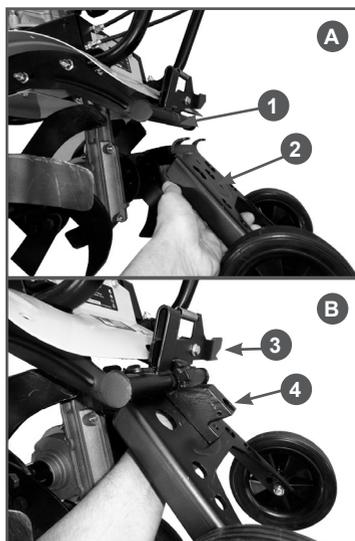

Рис. 6 Установка транспортировочной тележки
5. Установите на задний кронштейн рамы мотокультиватора транспортировочную тележку с колесами. Зацепите за кронштейн 1 рамы транспортировочную тележку 2 (Рис. 6А). Приложите к тележке кронштейн 4 сошника (Рис. 6В), совместите отверстия в тележке и кронштейне, вставьте в отверстия два болта крепления и закрутите их до упора.
транспортировка, стоянка и культивация. При установке кронштейна сошника и транспортировочной тележки на задний кронштейн рамы мотокультиватора необходимо нажать на рычаг 3 фиксатора транспортировочной тележки (Рис. 6) и завести кронштейн сошника под фиксатор транспортировочной тележки. В противном случае фиксатор транспортировочной тележки будет мешать установке.